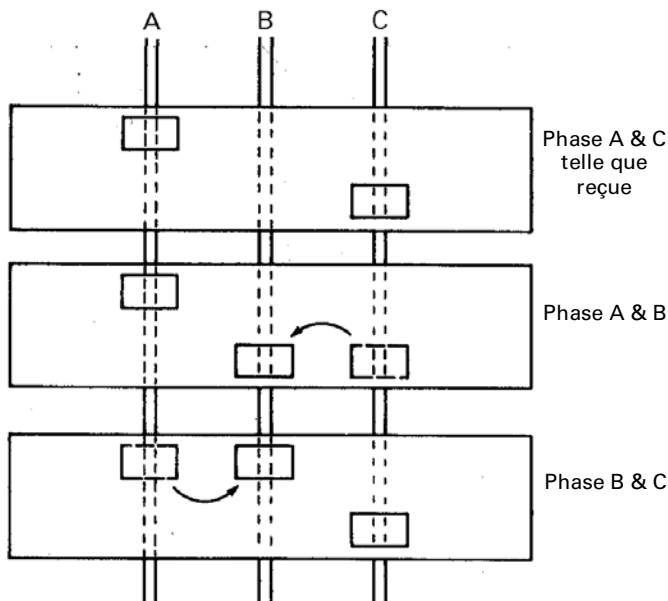

Figure 1. Pour repositionner la pince de barre omnibus pour équilibrer la charge.
1. **Équilibrage des phases pour des dispositifs deux-pôles dans des systèmes trois-phases.** Pour équilibrer la charge du panneau de distribution, retirer les vis sur la pince de barre omnibus appropriée, repositionner la pince de barre omnibus comme montré à la Figure 1, puis installer et serrer les vis à 27–32 lb.-po.